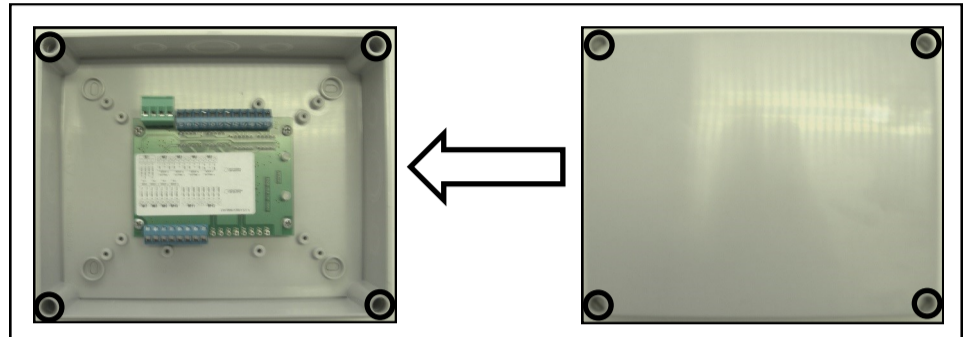

Figura 8 - posizionamento del coperchio frontale sulla scatola del dispositivo e fori di inserimento delle viti di chiusura
9. Posizionare il coperchio frontale sulla scatola del dispositivo e chiuderlo con le viti fornite col prodotto fino ad ottenere un buon grado di isolamento (figura 8).